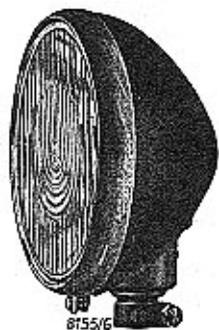

Bild 15 Scheinwerfer
Die äußere Form der Scheinwerfer zeigt das Bild 15. Das parabolförmige Gehäuse ist nach vorn durch die Scheibenfassung mit eingesetzter Glasscheibe gegen Staub und Spritzwasser dicht abgeschlossen. Das Licht der im Innern angebrachten Glühlampen wird, von einem hochglänzend polierten Parabolspiegel reflektiert, auf die Fahrbahn geworfen, nachdem es beim Durchgang durch die mit eigenartigen Riffeln versehene Glasscheibe zerstreut und in geeigneter Weise verteilt ist.
6. Neue Glasscheibe mit der glatten Seite nach außen in die Scheibenfassung legen (Riffeln müssen in senkrechter Richtung verlaufen wie in Bild 15).